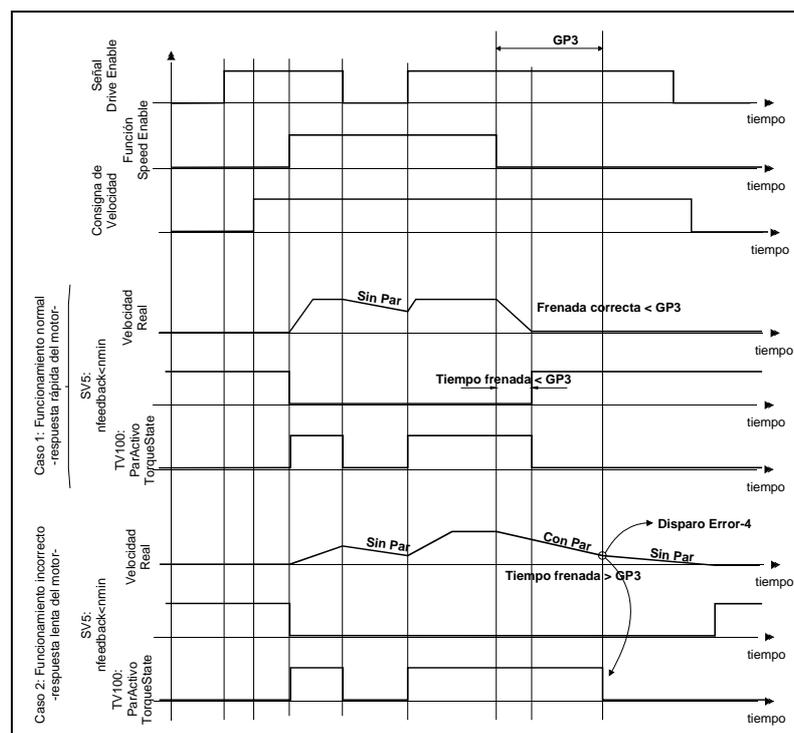

FIGURA H3-103
2. El motor responderá a todas las variaciones de consigna siempre y cuando ambas entradas (Drive Enable y Speed Enable) se mantengan a 24 V DC. La desactivación de cada una de ellas causa efectos diferentes. Véanse los modos de funcionamiento en la **FIGURA H3-103**.